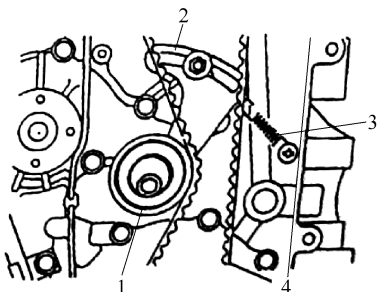

图 6-14 拆除正时张紧轮与正时带等
7) 拆除正时带张紧轮 1、张紧轮板 2、张紧轮弹簧 3 和正时带 4,如图 6-14 所示。